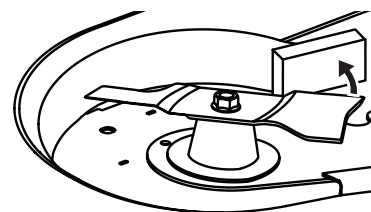

Fig. 55
- Asegure que la cuchilla no gire en sentido contrario a las agujas del reloj durante el servicio colocando un bloque de madera entre la cuchilla y la carcasa de la plataforma (Fig. 55), o envuelva un extremo de la cuchilla con un trapo y sosténgala firmemente.